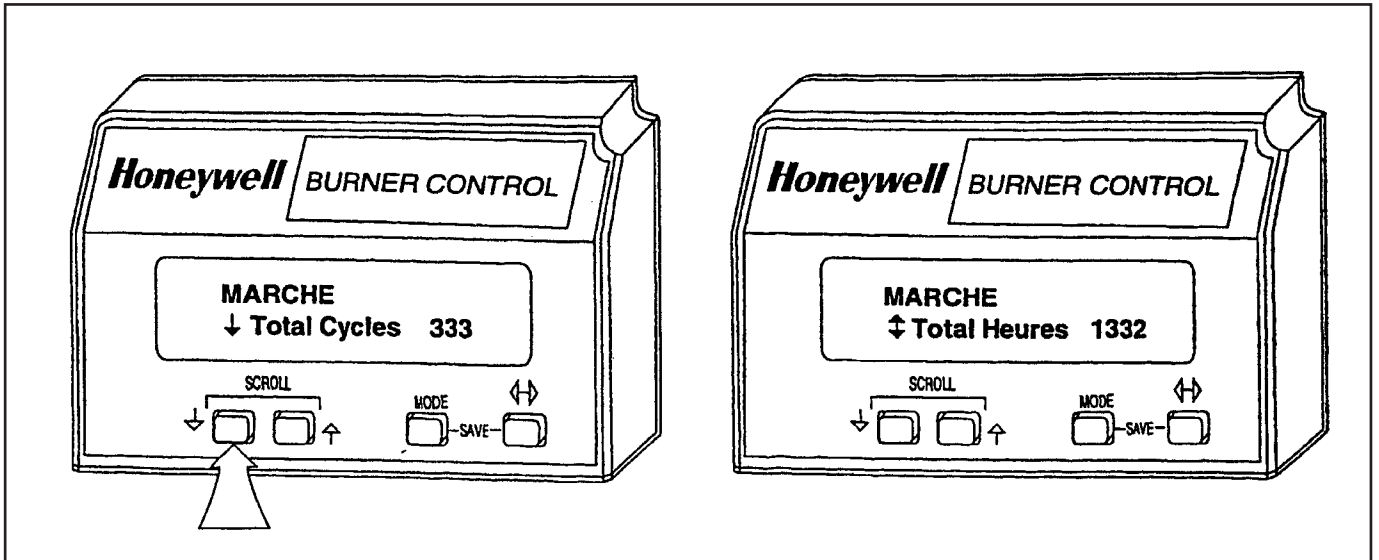

Fig. 17. Touches "DÉFILEMENT" et de messages sélectionnables.
1. Touches "DÉFILEMENT" et ⇅ (voir fig. 17).